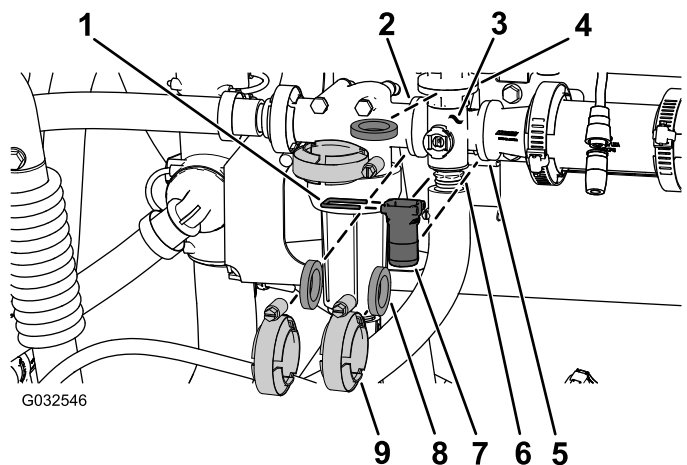

Figure 102
1. Déposez les colliers, les joints, le raccord rapide et la goupille de raccord rapide qui fixent le collecteur de la vanne d'agitation à la vanne de dérivation d'agitation, la tête de filtre sous pression, l'accouplement réducteur et au raccord adaptateur (régulateur de pression d'agitation), comme illustré à la Figure 102.